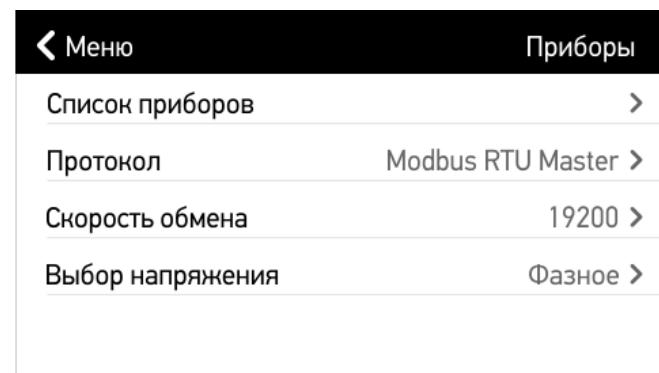

Рисунок 4.25. «Настройки» -> «Приборы»
- «**Приборы**» содержит информацию обо всех записанных в модуль индикации измерительных приборах и протоколе взаимодействия между ними (рис. 4.25).